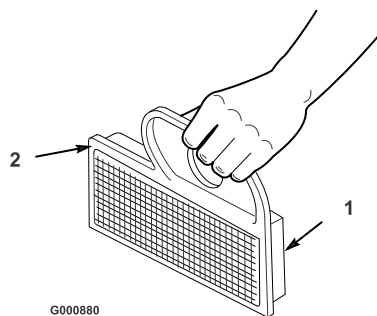

Figura 33
- A. Golpee suavemente el filtro en una superficie plana para eliminar polvo y suciedad (Figura 33).